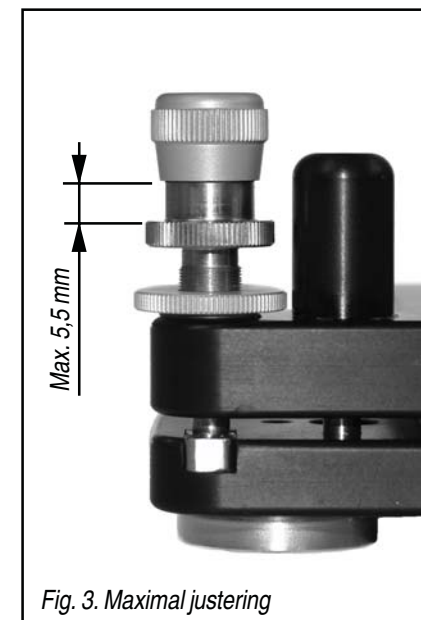

Fig. 3. Maximal justering
**Viktigt!** Se till att finjusteringsskruven (C) inte överskrider sitt yttersta läge (Fig. 3). Detta kan skada skruvens gängor.
1. Kontrollera att låsmuttern (A) är åtdragen.
2. Justera på finjusteringsskruven (C) till önskat värde.